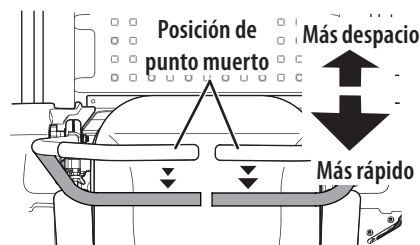

Figura 29
- Mueva las palancas de control de forma lenta y suave hacia atrás. La cortadora de césped comenzará a desplazarse hacia atrás (Figura 29).